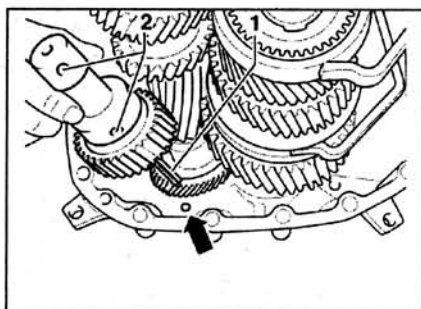

Рис. 4.48. Вставьте направляющий палец 1 в отверстие (стрелка) в корпусе коробки передач. Отверстия 2 должны быть установлены наружу по направлению к корпусу.
23. Установите вал передачи заднего хода вместе с шестерней в корпус коробки передач (рис. 4.48). Вставьте направляющий палец 1 в отверстие (стрелка) в корпусе коробки передач. Прокрутите вал так, чтобы шестерня вошла в зацепление с шестерней на промежуточном и первичном валах, а отверстия 2 установились наружу по направлению к корпусу. Используя съемники VW 407 и VW 421, запрессуйте первичный вал в роликовый подшипник в корпусе сцепления.